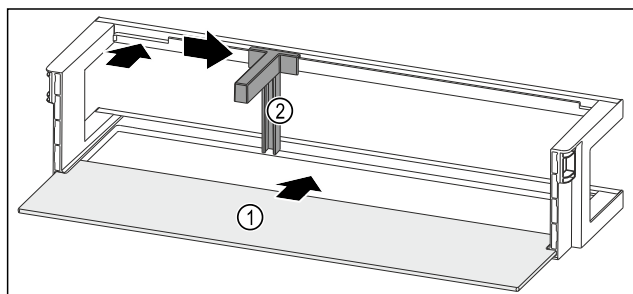

Fig. 97 带搁板的门边存放架
- ▶ 将搁板 Fig. 97 (1) 推入侧面凹槽。
- ▶ 将瓶托 Fig. 97 (2) 装入槽中。
- ▶ 将瓶托 Fig. 97 (2) 推至一侧的所需位置。